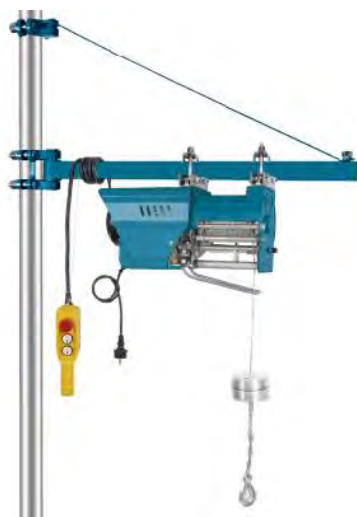

Рис.2
2. Для установки устройства BLDN используется новый механизм фиксации пряжки подвески. Повесьте пряжку прямо на балку и законтрите гайку. Размер установленной опорной балки должен соответствовать размеру пряжки. В случае круглой трубной балки можно использовать круглую трубчатую пряжку, предоставленную производителем (рекомендуется использовать круглую трубку с наружным диаметром  $\varnothing 48$  мм и сплошной стенкой для опорной колонны). Если возможно, выберите шероховатую поверхность, а не окрашенную или гладкую поверхность для увеличения адгезии. В любом случае должна быть обеспечена вертикальность и жесткость  $\varnothing 48$  трубки. При необходимости монтажа канатного подъемника по методике, показанной на (Рис.2), опорная колонна должна быть установлена на соответствующем месте работ в соответствии с требованиями пользователя. Опорная колонна должна иметь диаметр  $\varnothing 48$  мм с прочной настенной опорой и должна устанавливаться в устойчивом положении и выдерживать номинальный несущий вес в течение длительного времени. Соответствующий кронштейн подъемника должен быть надежно установлен. (Как показано на Рис. 2)